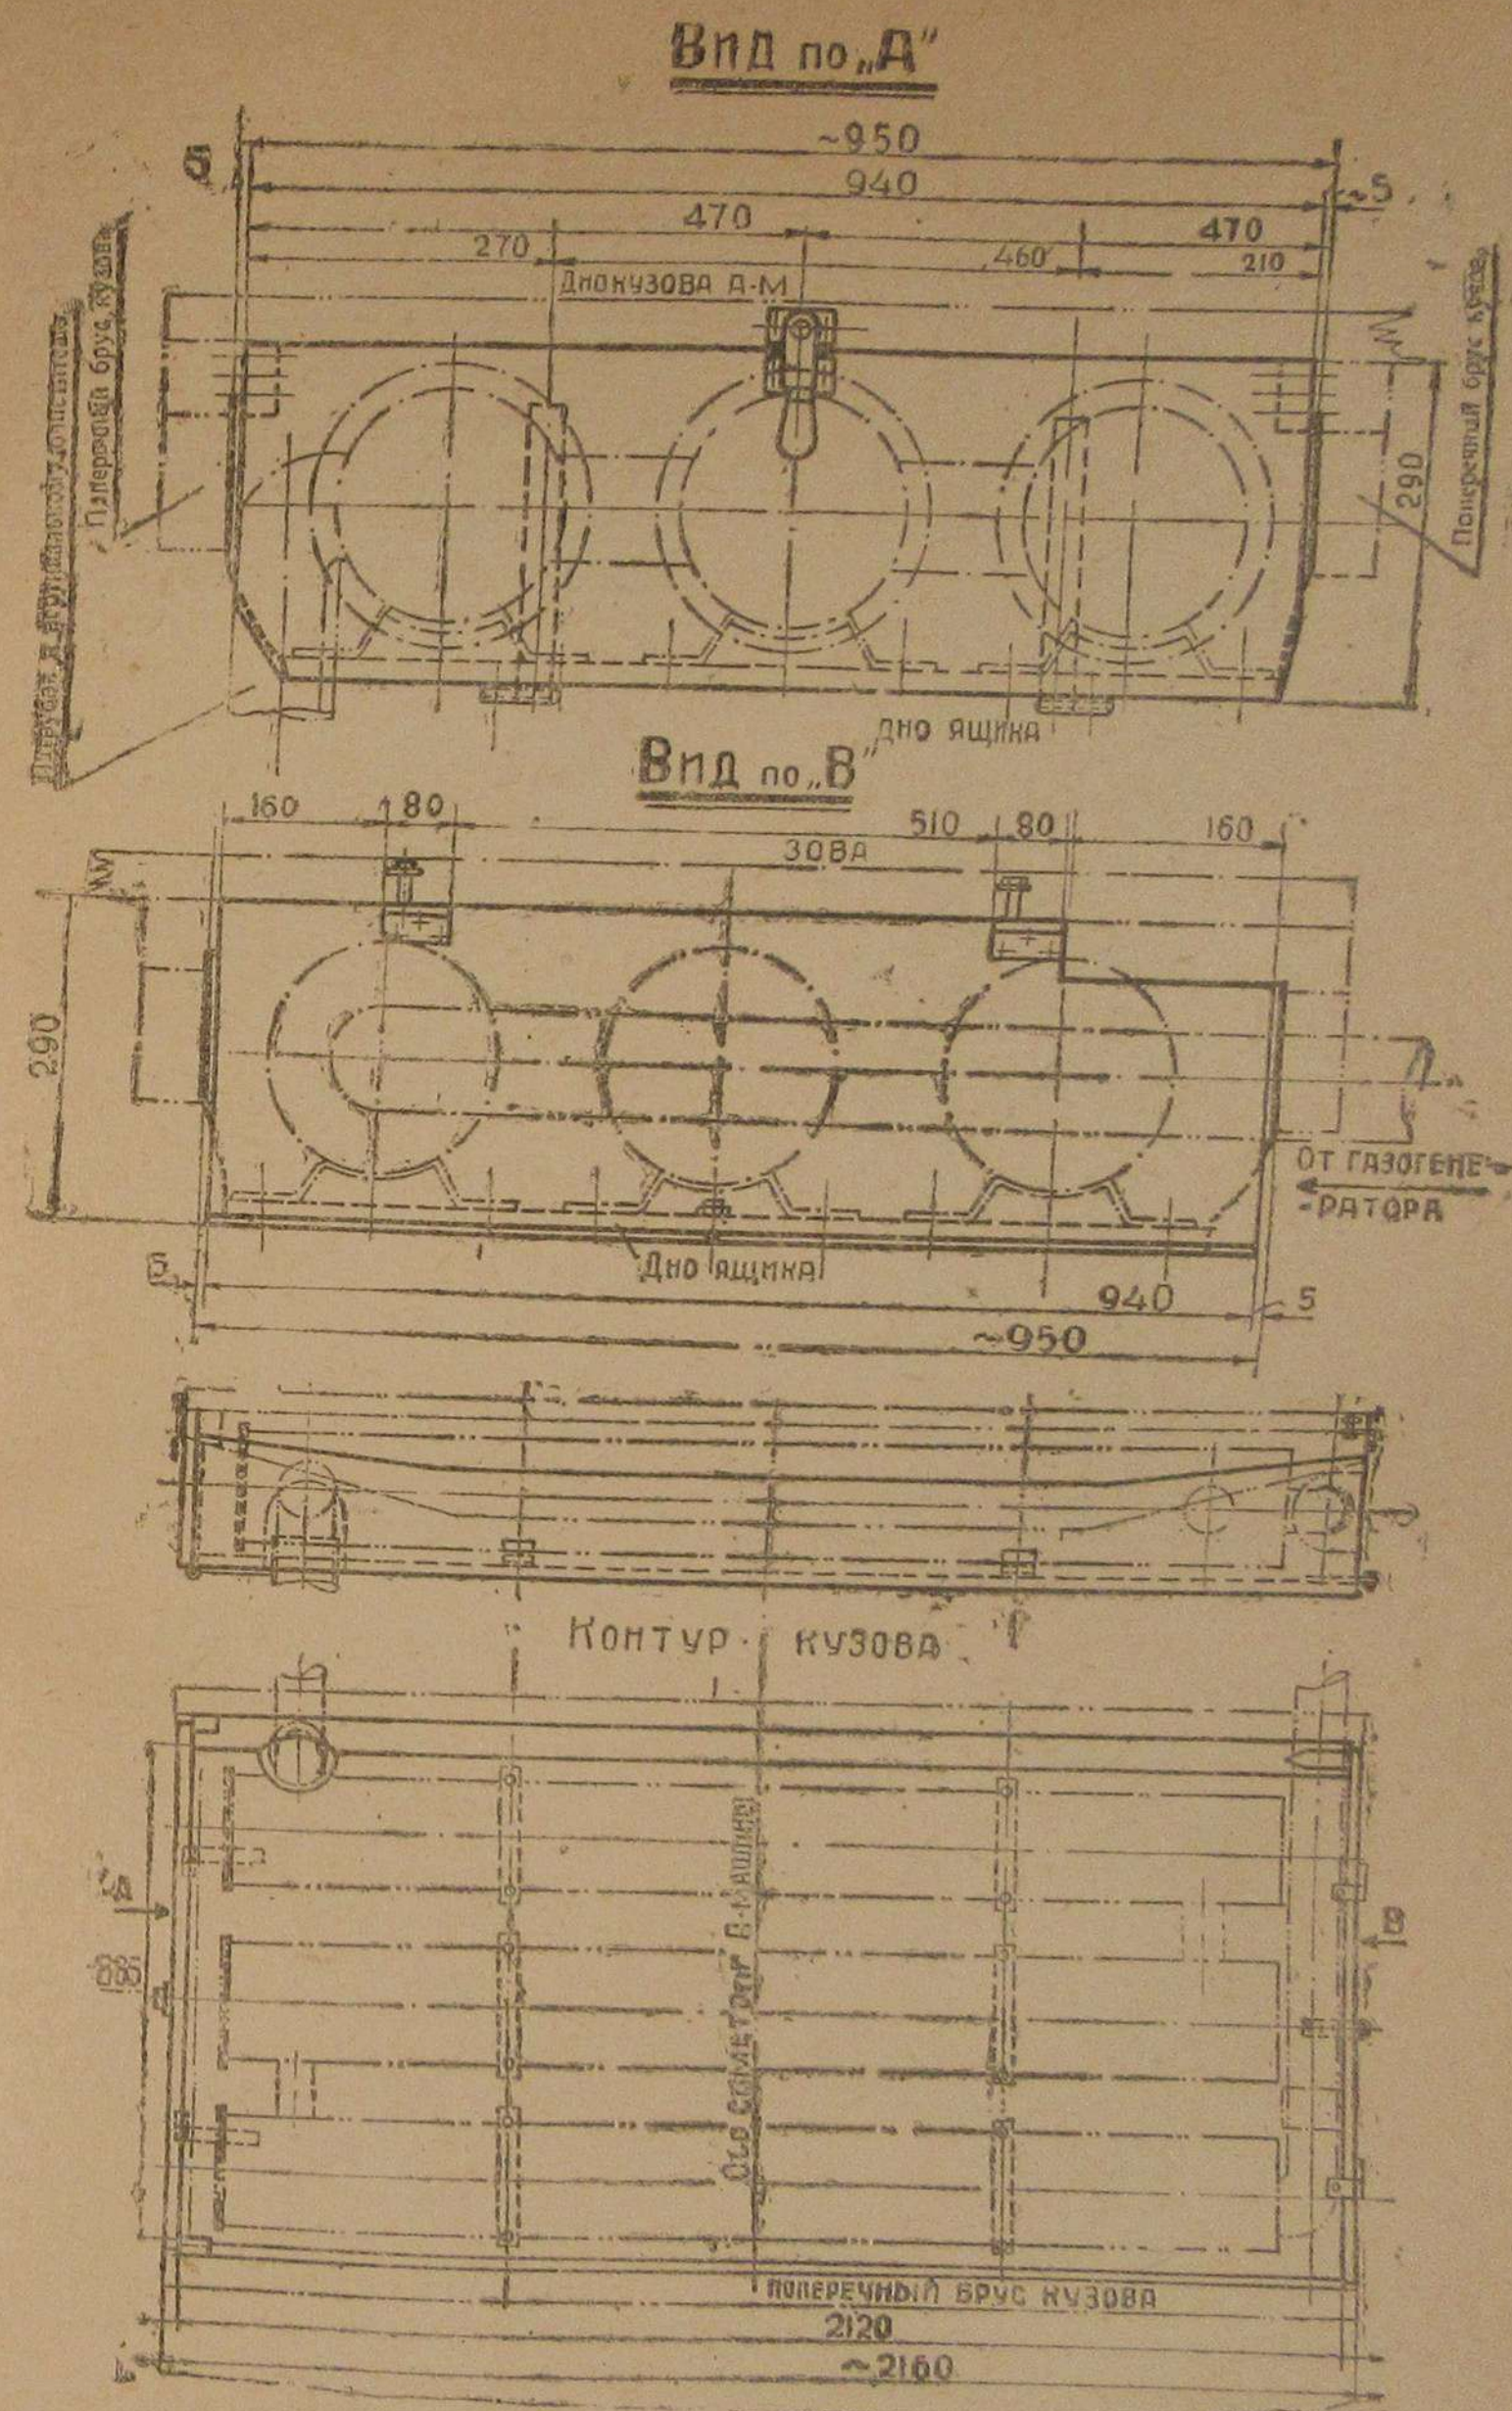

Рис. 13.
1. Ящик для горизонтальных очистителей, который имеет деревянный пол, две боковые металлические стенки, левую деревянную и правую металлическую крышки (рис. 13).
Для постановки дна ящика (рис. 13) нужно снять болты крепления горизонтальных очистителей, приподнять батарею грубых очистителей, с левой стороны подвести под нее дно ящика на раму автомобиля так, чтобы отверстия в деревянном полу совпали с отверстиями уголков крепления лап очистителей. Затем нужно закрепить горизонтальные очистители через пол болтами к уголкам, после чего боковые металлические стенки ящика закрепить гвоздями к первому и второму поперечным брускам кузова. Вслед за креплением очистителей надо соединить шлангами патрубок 3-го горизонтального и вертикального очистителей и трубу от газогенератора к 1-му горизонтальному очистителю.